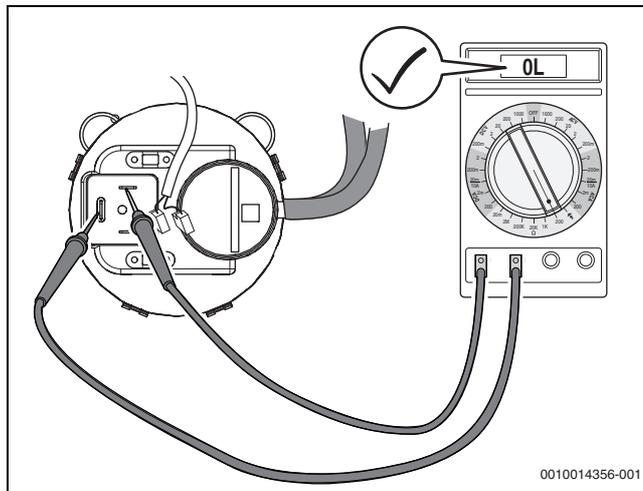
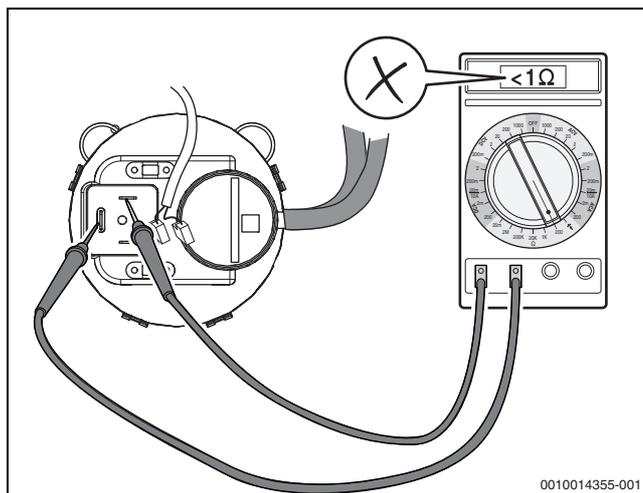

Bild 68 Differenzdruckwächter auf Durchgang prüfen (Differenzdruckwächter in Ordnung)
Bild 69 Elektrischen Widerstand an den Kontakten des Differenzdruckwächters messen (Differenzdruckwächter **nicht** in Ordnung)
- ▶ Elektrische Anschlussleitungen am Differenzdruckwächter abziehen und Widerstand an den Kontakten messen (→Bild 68). Wenn kein Wert oder ein Widerstand  $> 1 \text{ Ohm}$  angezeigt wird, ist der Differenzdruckwächter in Ordnung. Wenn der gemessene Wert  $< 1 \text{ Ohm}$  beträgt (oder Signalton, je nach Messgerät; →Bild 69), Differenzdruckwächter austauschen.